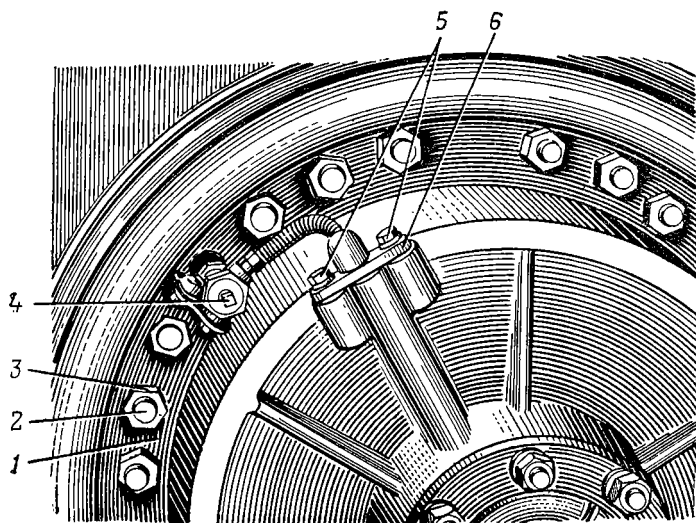

Рис. 1. Установка колеса:
1. Перекрыть воздушный краник 4 (рис. 1) колеса.
1. Надеть колесо на шпильки 2 (рис. 1) и навернуть гайки 3.